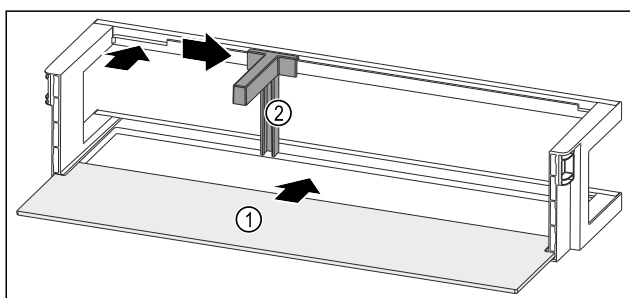

Fig. 96 Balconnet de contre-porte avec tablette de rangement
- Insérer la tablette de rangement Fig. 96 (1) dans les évidements latéraux.
- Insérer le porte-bouteilles Fig. 96 (2) dans l'évidement.
- Pousser le porte-bouteilles Fig. 96 (2) sur le côté en position souhaitée.